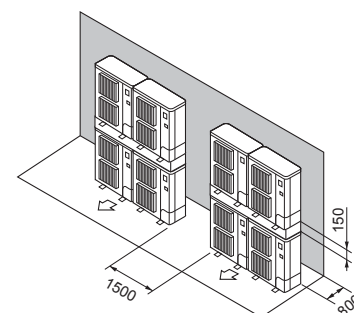

Fig. 2-15
- ⑦ Disposizione unità sovrapposte (Fig. 2-15)